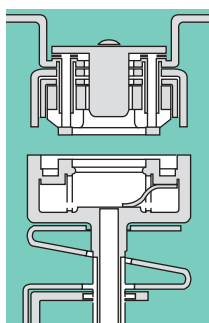

Рис. 4
- При токе, равном нулю, в промежутке между дугогасительными кольцами восстанавливается исходная диэлектрическая напряженность благодаря уникальным диэлектрическим свойствам элегаза (рис. 4).